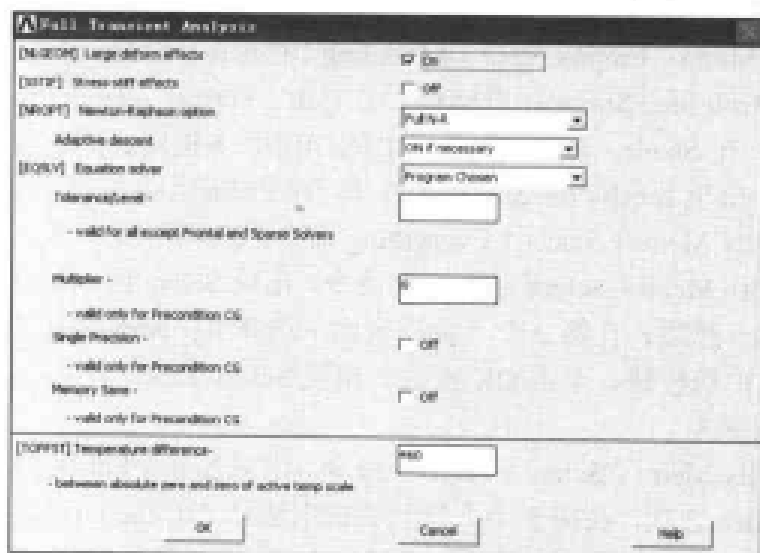

图 13-170 瞬态分析选项设置对话框
(1) 选择 Main Menu | Solution | Analysis Type | New Analysis 命令，出现 New Analysis 对话框。选择分析类型为 Transient，单击 OK 按钮，出现 Transient Analysis 对话框，在 [TRNOPT] Solution method 列表框中选择 Full 选项，单击 OK 按钮关闭该对话框。
(2) 选择 Main Menu | Solution | Analysis Type | Analysis Options 命令，出现 Full Transient Analysis 对话框，参照图 13-170 所示对其进行设置，单击 OK 按钮关闭该对话框。